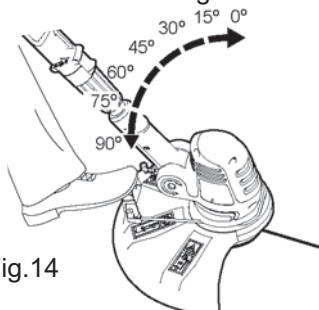

Fig.14
- > La tête de coupe peut être réglée à des angles différents pour vous permettre de travailler dans des endroits difficiles à atteindre (ex: sous un banc ou sous un surplomb). Appuyez sur la pédale située sur le boîtier du moteur, puis pliez le tube télescopique. Vous avez le choix entre 7 angles différents (fig.14).